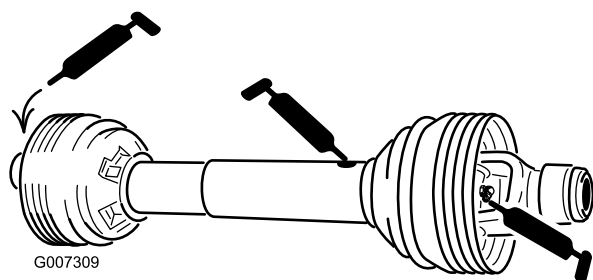

Figura 27
Árbol de la TDF (3) (Figura 27)